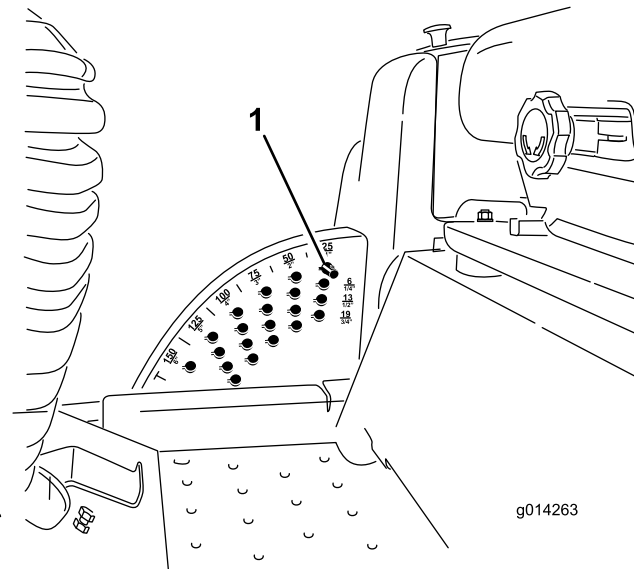

Figura 16
corte (consulte Ajustar a Altura de Corte), e coloque o pino na posição da altura de corte de 15 cm (Figura 16).
1. Com o motor a trabalhar empurre para trás o interruptor de elevação da plataforma até que a plataforma de corte esteja completamente levantada e **solte imediatamente o interruptor** (Figura 16).
2. Para ajustar, rode o pino de bloqueio até que o pino do mesmo fique alinhado com as ranhuras nos orifícios no suporte da altura de corte e remova-o (Figura 16).
3. Seleccione um orifício, no suporte da altura de corte, que corresponda a altura de corte desejada, insira o pino e rode-o para o bloquear no lugar (Figura 16).
Nota: Existem duas filas de posições de orifícios (Figura 16). A fila de cima dá-lhe a altura de corte listada por cima do pino. A segunda fila dá-lhe a altura de corte listada mais 6 mm. A terceira fila dá-lhe a altura de corte listada mais 12 mm. A fila de baixo dá-lhe a altura de corte listada mais 18 mm. Para a posição de 15,8 cm só existe um orifício, colocado na segunda fila. Isto não acrescenta 6 mm à posição de 15,8 cm.